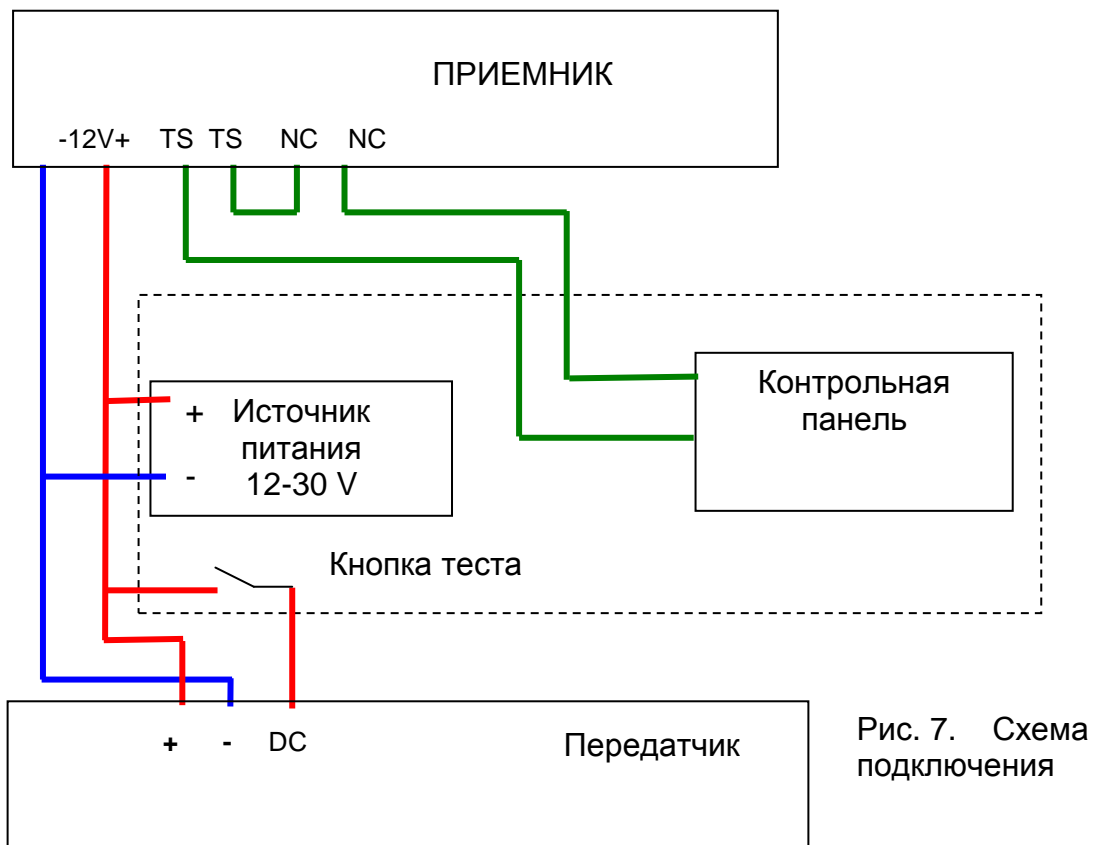

Рис. 7. Схема подключения
2. Подключите приемник в соответствии со схемой приведенной на рис. 7.